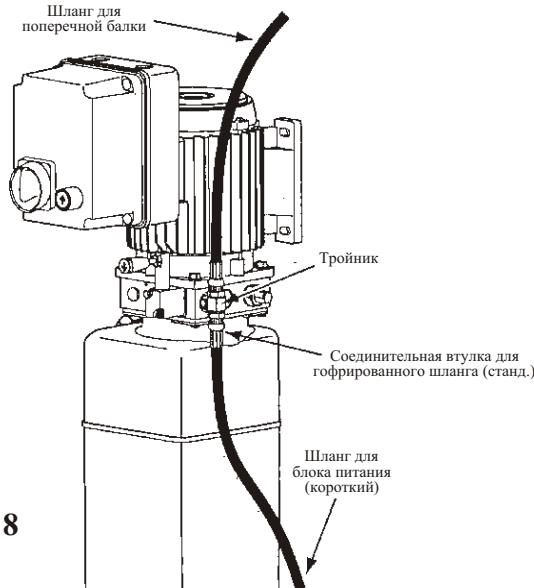

Рис. 8
Подъем блока питания должен осуществляться двумя людьми. Поскольку двигатель является самой тяжелой частью блока питания, то при подъеме блока каждый из поднимающих должен поддерживать его одной рукой. После установки блока питания на болтах один человек должен удерживать его на месте, в то время как другой человек насаживает на болты пружинные шайбы $5/16"$ и гайки $5/16"-18NC$. Установите тройник на насос так, чтобы уплотнительное кольцо обеспечивало герметичность соединения. Затем закрутите гайки с моментом 48-54 Нм (4,8-5,5 кг·м) и подсоедините питающие шланги к тройнику (рис. 8).
15. Заправка масла и выпуск воздуха из гидравлической системы: для заправки используйте масло для гидравлических систем Dextron III ATF или ISOVG32. Снимите крышки заливной горловины (рис. 8). Залейте 8 литров жидкости. Включите подъемник и поднимите рычаги на высоту примерно 609 мм. Откройте выпускные краны примерно на два оборота (рис. 9а).